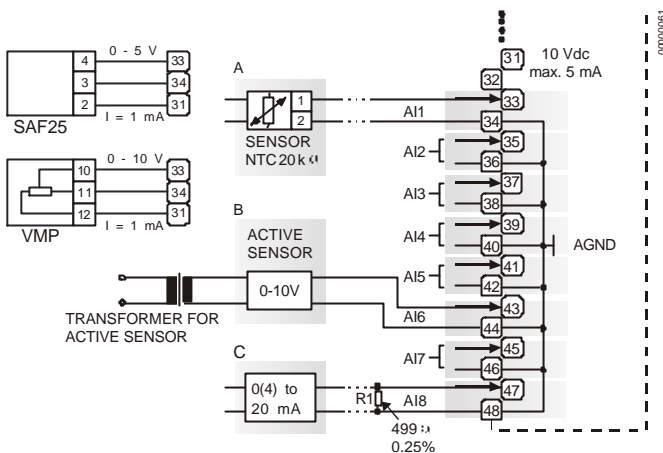

Fig. 24. Entradas analógicas, conexión de sensores.
0 (4) a 20 mA (con una resistencia externa de 499 ohms $\pm 0.25\%$ [ver Fig. 24])